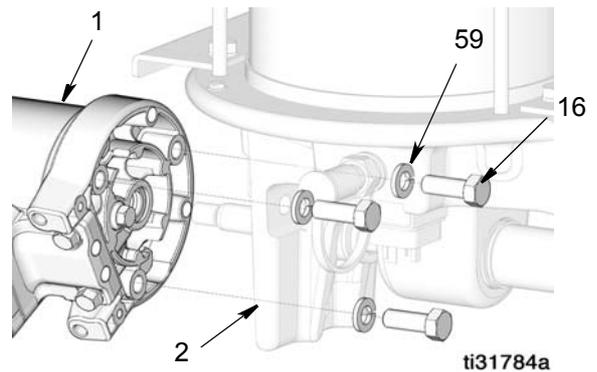

FIG. 15
5. Togliere le tre viti (16) e le rondelle (59) che fissano il motore pneumatico (1) alla base della pompa (2). Rimuovere il motore dalla base della pompa (FIG. 15).